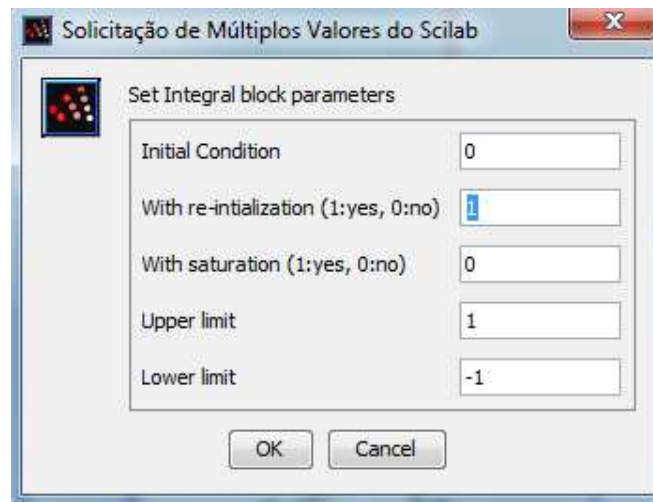

Figura 51: Reinicialização do Bloco Integral\_m
Para configurar basta clicar no bloco de integração com o botão direito do mouse e alterar o parâmetro *With re-initialization* para 1 (Figura 51). Quando isso é feito, duas novas entradas surgirão. A entrada vermelha recebe o sinal de que houve colisão e que o integrador precisa ser reinicializado, a entrada mais inferior recebe a nova condição inicial.
**Bloco Integrador com Possibilidade de Mudança de Condição Inicial (*Integral\_m*):** Esse bloco tem a função de um integrador comum, mas ele apresenta a possibilidade de trocar a condição inicial ao longo da simulação. Para utilizá-lo, copie o bloco *Integral\_m* da aba *Continuous Time Systems* no *Palette Browser* (ver Figura 6) para o diagrama XCOS. Então, pressione o botão direito do mouse sobre o integrador simples, selecionando a opção *Block Parameters*. Digite na opção *With Re-initialization* o número 1 (Ver Figura 51). Quando isso é feito, duas novas entradas surgirão no bloco. A entrada vermelha (superior) recebe o sinal do bloco *POSTONEG\_f* indicando que o integrador precisa ser reinicializado, a nova condição inicial é informada na entrada inferior do integrador.